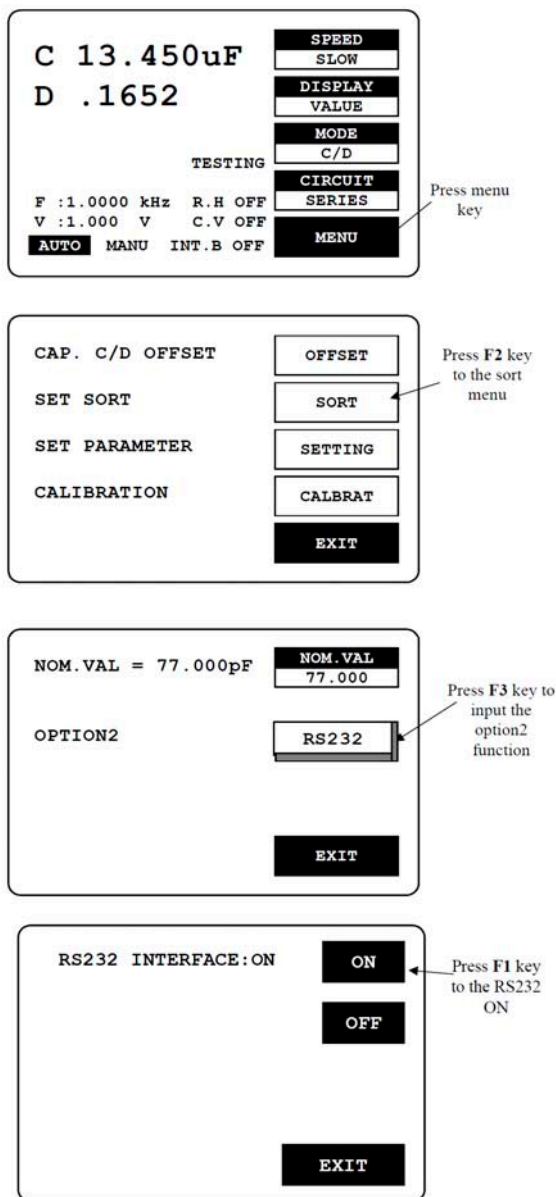

Figure 9-1
- 2) LCR メータの RS-232C を ON にします。図 9-1 参照